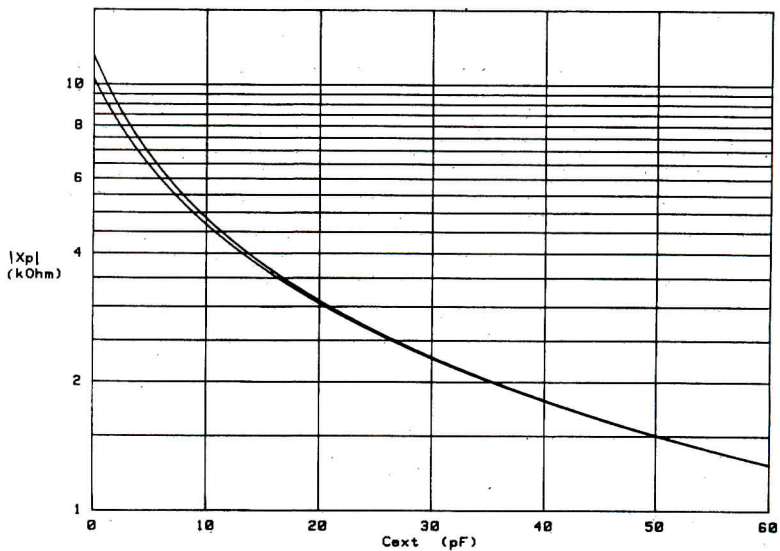

Figure 3
Le jeu de courbes présentées sur les **figures 3 à 13** permettent de déduire la valeur de «l'impédance externe» à disposer entre l'entrée et la sortie de l'oscillateur.
1) les **figures 3, 5, 7** ou **12** permettent de trouver la valeur de la capacité $Cext$ qu'il est nécessaire d'ajouter pour obtenir la valeur requise de «capacité de charge» y compris dans le cas où celle-ci doit être nulle.